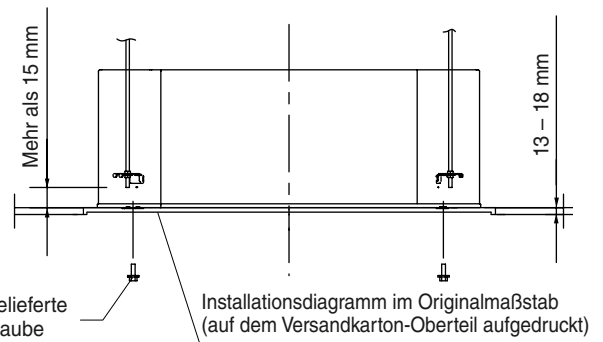

Abb. 3-47
- (1) Wenn die Einheit im Innern der Decke positioniert werden soll, muss zuerst der Neigungswinkel der Hängeanker anhand der mitgelieferten maßstäblichen Einbauzeichnung bestimmt werden. (Abb. 3-47) Leitungen und Kabel müssen vor der Befestigung der Einheit im Innern der Decke verlegt werden. Wenn die Decke bereits fertig gestellt ist, müssen Leitungen und Kabel in der korrekten Anschlussposition verlegt werden, bevor die Einheit im Innern der Decke positioniert wird.
- (2) Die Länge der Hängeanker muss so gewählt werden, dass zwischen der Unterkante des Ankers und der Unterseite der Einheit ein Abstand von mehr als 15 mm vorhanden ist, wie in Abb. 3-47 gezeigt.